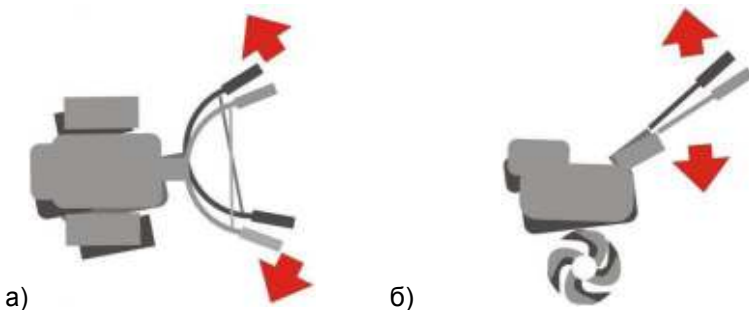

Рис.9 Схемы снятия нагрузки с валов при использовании механизма разобщения полуосей
– при движении на колесах необходимо покачать мотоблок влево-вправо держась за рукоятки руля (рис.9а);
– при культивации фрезами необходимо покачать мотоблок вверх-вниз держась за рукоятки руля (рис.9б).